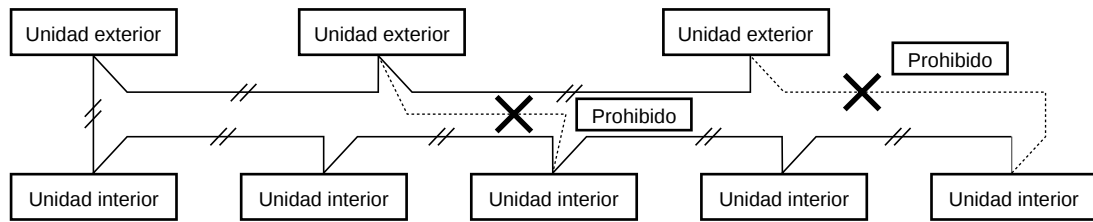

Fig. 5-1
- (2) No instale los cables de control entre unidades de forma que se cree un bucle. (Fig. 5-1)